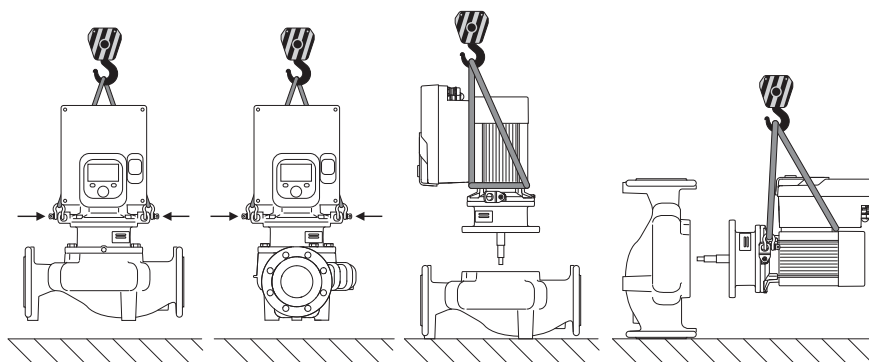

Fig. 6: Sens de levage d'une pompe simple
La pompe doit être transportée à l'aide d'accessoires de levage homologués (p. ex. palan, grue, etc.). Les accessoires de levage doivent être fixés sur les œillets de transport présents sur la bride du moteur. Pousser les boucles de levage, si nécessaire, sous la plaque d'adaptation (Fig. 6/7). Sécuriser la pompe pour éviter qu'elle ne bascule.
1. Laisser deux œillets de transport (Fig. I, pos. 30) libres sur la bride de moteur.
2. Fixer le kit embrochable (Fig. 4) sur les œillets de transport pour le sécuriser avec des instruments de levage appropriés. Pour empêcher l'unité de basculer, attacher une sangle autour du moteur et de l'adaptateur du module électronique comme indiqué à la Fig. 6. Veiller à ne pas endommager le module électronique en fixant la sangle.
3. Desserrer les vis (Fig. I/II, pos. 29) et les retirer.